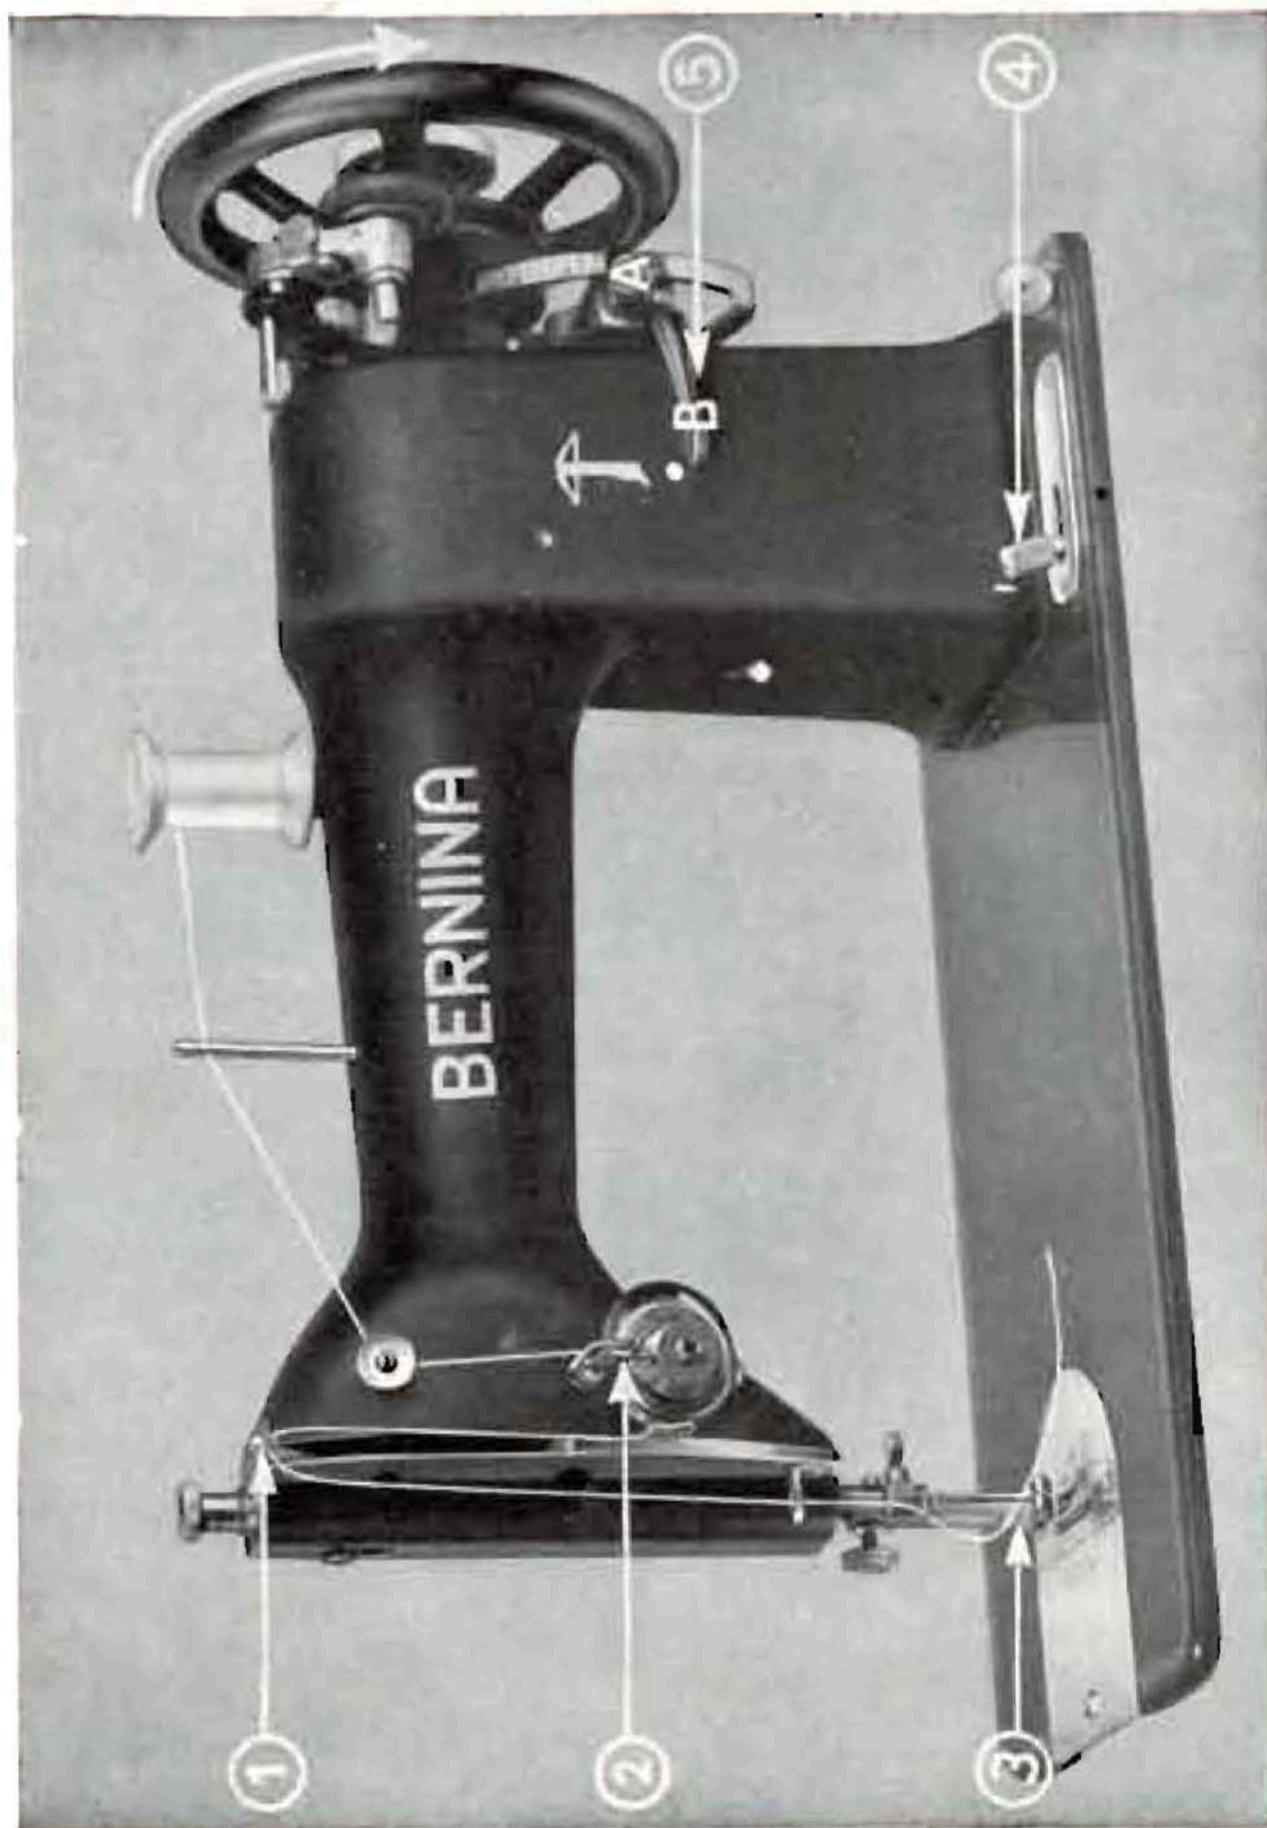

Fig. 10
Zum Nähen ist die Maschine laut Fig. 10 wie folgt einzustellen:
Rechts am Ständer befindet sich die Stichstellskala, über welche der Zeiger des Stichstellhebels B (Fig. 10) gleitet. Die Skala ist mit den Markierungen 0—4 versehen, die den Stichlängen entsprechen. Je mehr der Hebel B vom Punkte *Null* aus nach oben oder nach unten gestellt wird, desto länger wird der Stich.
4. Stichstellhebel B, Fig. 10, auf Null stellen, damit der versenkte Transporteur nicht unnötig in Bewegung gesetzt wird.